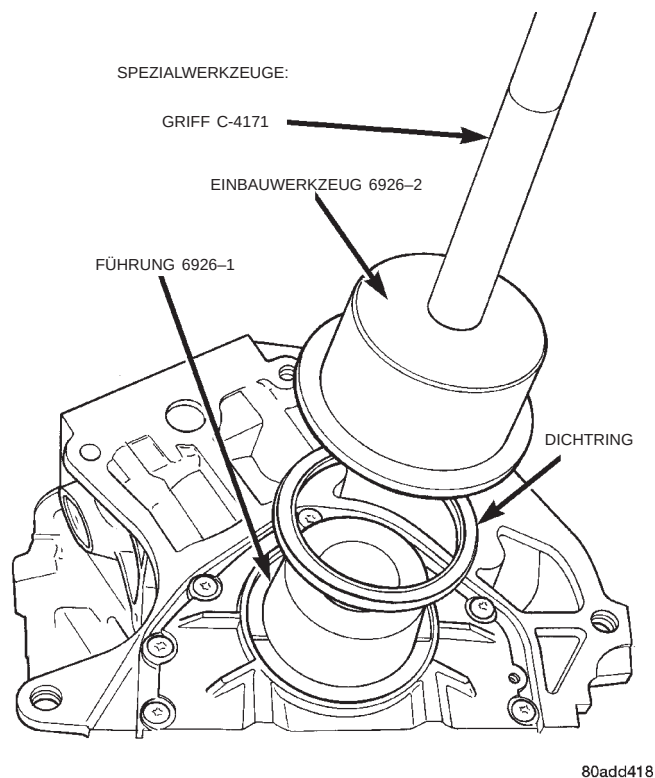

Abb. 66 Hinteren Kurbelwellendichtring einbauen
(1) Spezialwerkzeug 6926-1 (Führung) auf die Kurbelwelle setzen (Abb. 66). Diese Führung besitzt einen Magnetsockel.
(2) Wellendichtring über der Führung anordnen. Beim Einbau sicherstellen, daß die Dichtlippe des Wellendichtrings zur Kurbelwelle weist. Die Führung verbleibt während der Dichtringmontage auf der Kurbelwelle.
(3) Mit Einbauwerkzeug 6926-2 und Griff C-4171 (Abb. 66) den Wellendichtring bis zum bündigen Abschluß mit der Gehäuseoberfläche eintreiben.
(4) Mitnehmerscheibe und Getriebe einbauen.